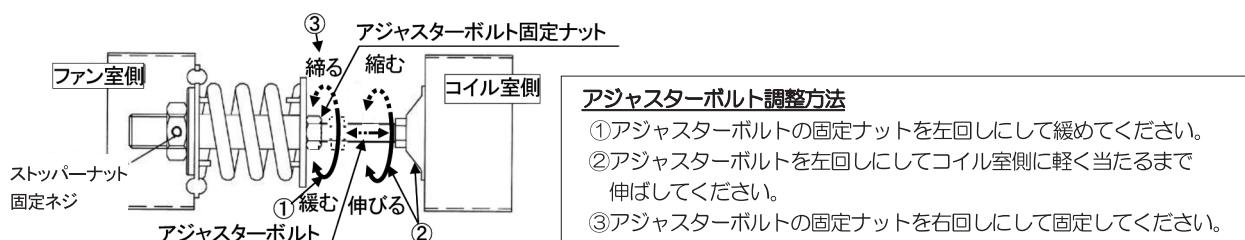

図3-14 スラスト防止ストップのアジャスターべルトの調整
- 緩んでいる場合はあて板に軽く接するようにアジャスターべルトを調整してください。(図3-14参照)